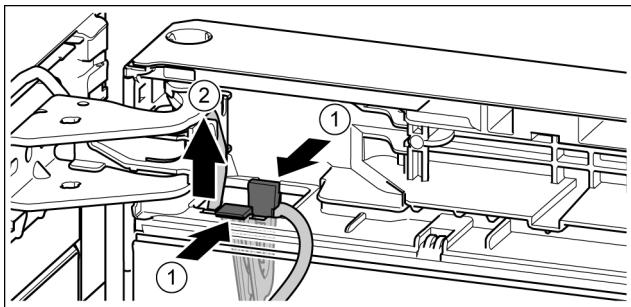

Fig. 20
► 按住接片。Fig. 20 (1)
► 将电缆支架连同固定在上面的电缆取出。Fig. 20 (2)